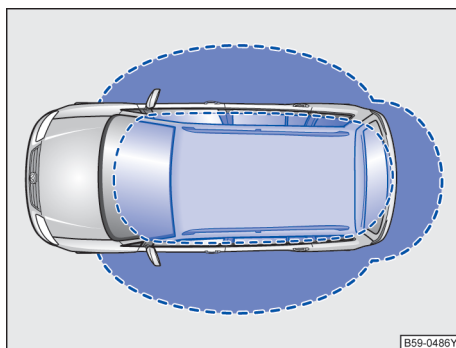
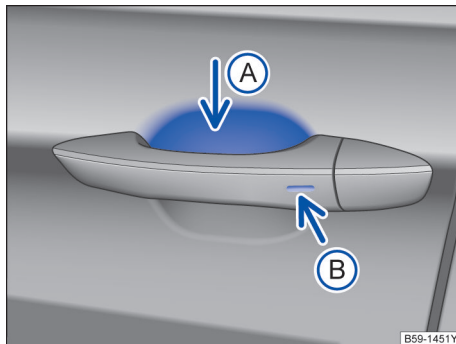

图 53 无钥匙闭锁/启动系统 Kessy 工作范围
图 54 无钥匙闭锁/启动系统 Kessy 车门拉手上的传感区
Kessy 是一种无钥匙系统，它可以实现在不操作遥控钥匙的情况下解锁或锁止汽车。操作者只需随身携带一把有效遥控钥匙，并处于车门或行李厢盖的有效感应区域内→图 53，同时触摸车门拉手上的传感区之一→图 54 或按压行李厢盖上的按钮即可实现。
如果有一把有效遥控钥匙在有效感应区域→图 53 内，则无钥匙系统 Kessy 会将访问权限授予该钥匙。紧接着可以在不主动操作遥控钥匙的情况下执行以下功能：
- 触摸在驾驶员或副驾驶员车门拉手内侧的传感区→图 54（箭头 A）。
- 触摸车门拉手上的传感区→图 54（箭头 B）一次，汽车锁止。
如果在行李厢盖的有效感应区域→图 53 有一把有效的遥控钥匙，按压行李箱把手按钮，解锁并打开行李厢盖。
- 要**便捷关闭**所有电动车窗和天窗，请用手指按住车门拉手上的传感区→图 54 B 几秒钟。
- 松开传感区→图 54 B 即可中断该功能。如果在松开车门拉手上的传感区→图 54 B 后立即将手放入 A 内，则所有车窗停在原位位置（安全功能）△→第 71 页。